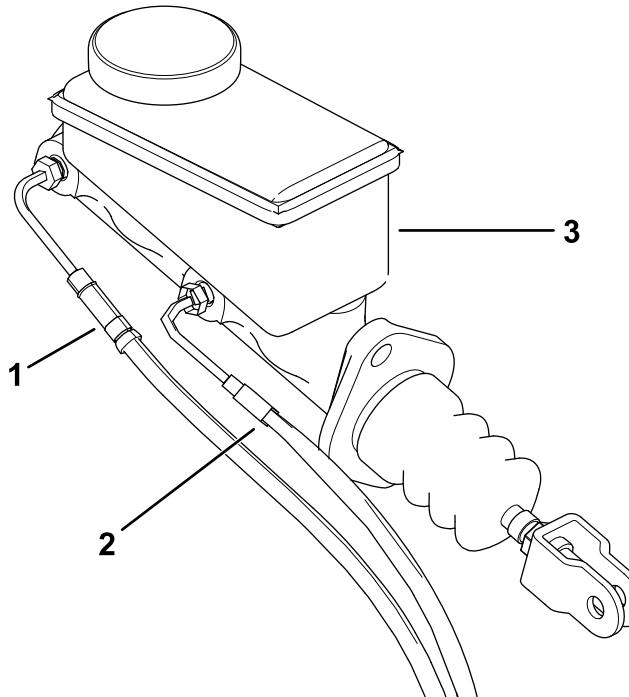

Bild 5
- Nehmen Sie die vordere und hintere Bremsleitung vom Hauptzylinder ab (Bild 5).
3. Befestigen Sie die vordere und hintere Bremsleitung am Hauptzylinder (Bild 5).